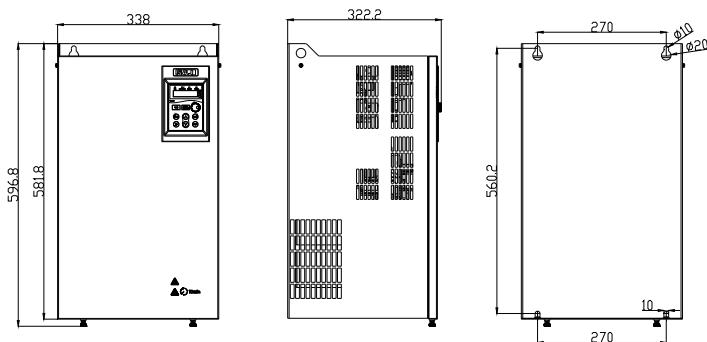
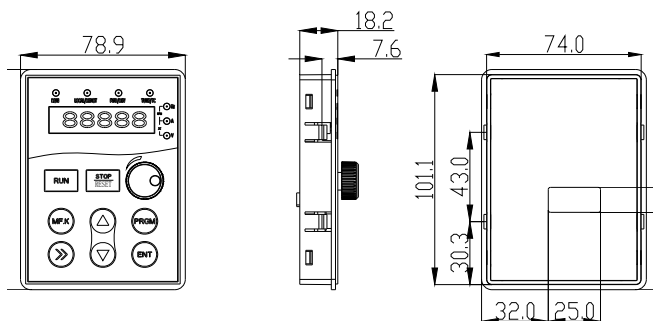

图 1-8 75kW-110kW 安装尺寸
图 1-9 键盘结构尺寸图
如果键盘需要外引，请根据以下图 1-8 和图 1-9 尺寸数据另外开键盘窗口。
(1) 键盘卡扣共 4 个，其下缘与键盘表面距离为 7.6mm，见图 1-8 左视图。。
(2) 开键盘窗口时，建议窗口长宽在图中尺寸基础上各增加 1mm。即图 1-8 的右图尺寸长度由约 101.1mm 增加到 102mm，宽度由 74mm 增加到 75mm。